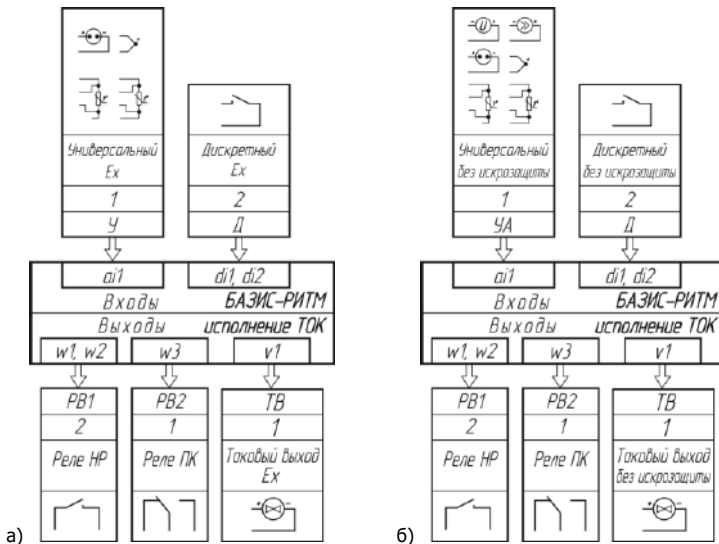

Рис. 3.1. Структурная схема каналов Контроллера, исполнение ТОК: а) искробезопасные модификации; б) модификации без искрозащиты
**3.2.5.** Структурные схемы входных каналов Контроллера в различных исполнениях приведены на рис. 3.1—3.5.
**3.3.3.** Структурные схемы выходных каналов Контроллера в различных исполнениях приведены на рис. 3.1—3.5.